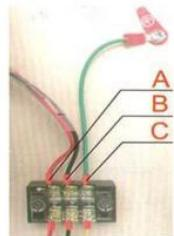

图1
(1) 准备一根适当米数的三芯电线,电线的一端根据火线、零线、接地线按图示(图1)接到对应端口,电线另一端接入220V50Hz单相三线电源或插座。